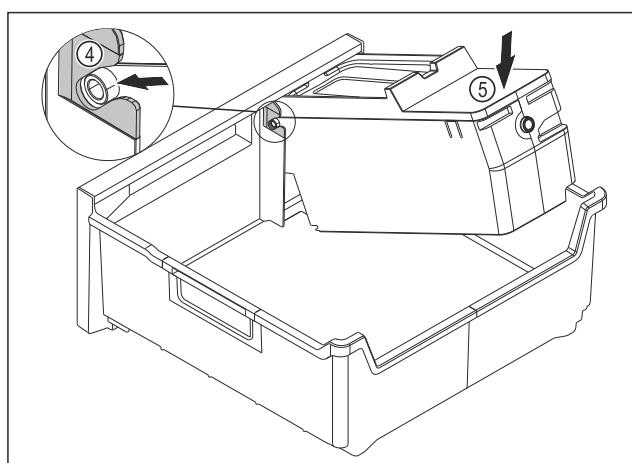

Fig. 149
- Смонтируйте корпус EasyTwist-Ice: Вставьте оси корпуса EasyTwist-Ice в направляющие Fig. 149 (4).
- Вдавите корпус EasyTwist-Ice Fig. 149 (5) вниз.